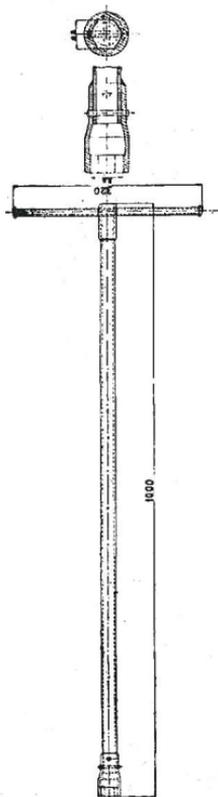

FIG. 25 - CHIAVE A TUBO (H)
- h) N° 1 chiave a tubo per stringere i dadi degli spinotti di fissaggio delle ali (fig. 25).